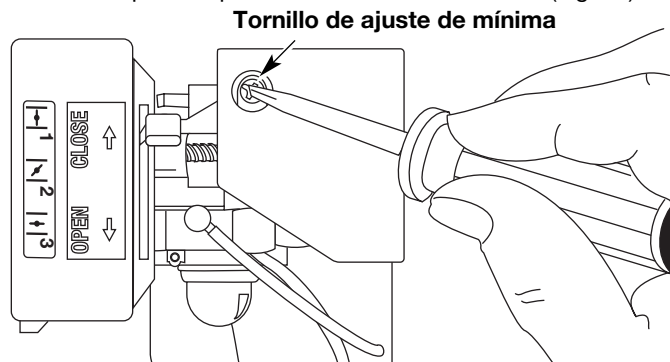

Fig. 26
**NOTA:** Use la botella y la boquilla que guardó del uso inicial para medir la cantidad correcta. El nivel de 90 ml (3,04 onzas) está aproximadamente en la parte superior de la etiqueta de la botella (Fig. 26). Mida el nivel con la varilla de medición. Si el nivel está bajo, agregue una pequeña cantidad de aceite y vuelva a medir (Fig. 25). No lo llene demasiado.
La velocidad mínima del motor puede ser ajustada. Puede tener acceso al tornillo de ajuste de mínima a través de un orificio en la parte superior de la cubierta del motor (Fig. 26).
2. Suelte el gatillo del regulador (☛) y deje que el motor funcione en mínima. Si el motor se para, inserte un destornillador Phillips pequeño en el orificio de la cubierta del motor (Fig. 26).